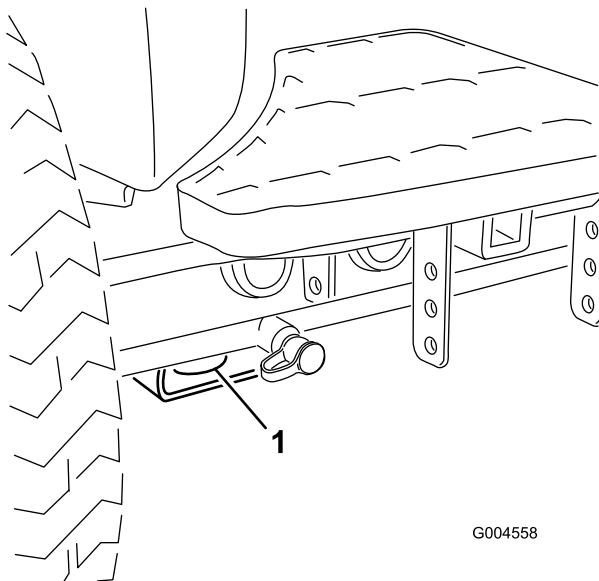

Figura 47
- Anteriore – foro nel supporto rettangolare, sotto il tubo dell'assale, all'interno delle ruote anteriori (Figura 47).